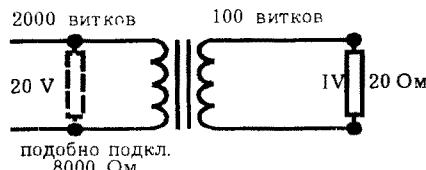

Рис. 4. Первичная обмотка потребляет 2,5 mA при 20 V
Нечетные гармоники создают частокол из близкостоящих боковых полос, в то время как четные гармоники создают ряд из очень удаленных друг от друга боковых полос. Посмотрев на рис. 3 с измерительным сигналом в 14 и 15 кГц (по стандарту CCIF), картина становится более понятной. При этом тесте вторая гармоника (точнее, нелинейность второго порядка) производит интермодуляционные продукты с частотами 1 и 29 кГц (рис. 4), а третья гармоника, то есть нечетная, создает ИМ продукты с частотами 13 и 16 кГц (рис. 5).
Рис. 4. Смесь 14 и 15 кГц при четных гармониках. Отметьте, как четные гармоники создают боковые полосы (комбинационные составляющие), удаленные от тестовых сигналов. Очевидно подобие с амплитудным детектированием (AM), показывающим, как выделяется огибающая 1 кГц при несущей 15 кГц посредством диодного детектора.
Сопротивление нагрузки, потребляющей 50 mA при 1 V, должно быть 20 Ом. Чтобы сбалансировать это, первичная потребляет 2,5 mA при 20 V (рис. 4). Таким образом в первичной это выглядит как 8 кОм**, что в 400 раз больше 20 Ом вторичной нагрузки, вызывающей это.